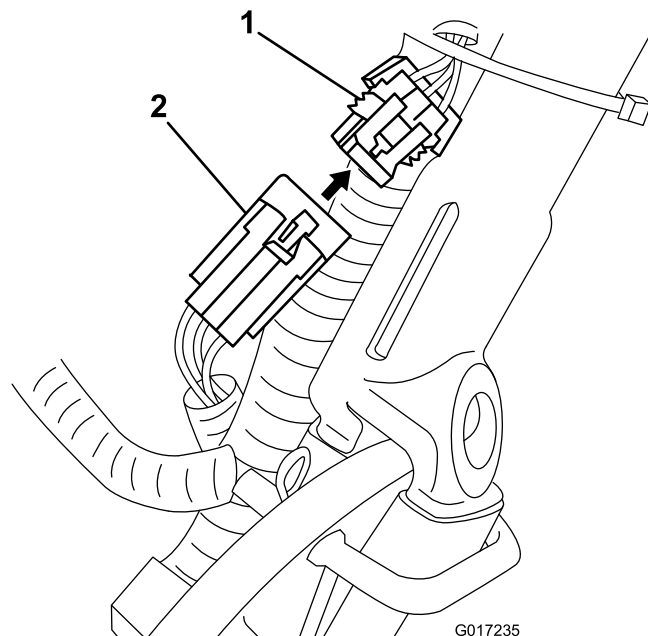

図 12
3. パックについている小さいコネクタがマシンのワイヤハーネスに接続されているので、これをハーネスから外し、メインのワイヤハーネスに接続する 図 12。
14. バッテリーパックのワイヤハーネスを、メインのワイヤハーネスの下と後ろを通してマシン左側に通し、ハーネスについている小さい6ピンコネクタをメインのワイヤハーネスにある対応コネクタに図 12のように接続する。